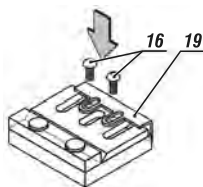

fig. 12 - fixação da lâmina na placa de ajuste
8. Coloque os para fusos (16) e fixe a placa de ajuste (19), conforme mostra a fig. 12.
9. Recoloque o conjunto da lâmina no tambor da máquina (20), coloque a proteção (17) e fixe com os parafusos (16) aperte-os com a chave (15), conforme fig. 12.
11. Gire o tambor da máquina (20) com a mão, certificando que as lâminas não estejam colidindo com nenhuma parte da máquina.